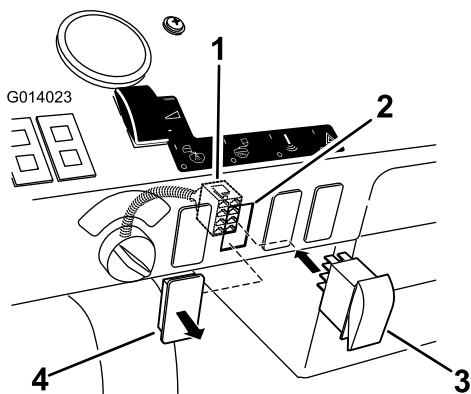

Figura 29
1. Localize a ficha do interruptor do misturador no painel de instrumentos (Figura 29). Segunda ficha sobre a chave de ignição.
2. Retire a ficha do painel de instrumentos (Figura 29) .
4. Instale o interruptor na ficha da caixa, através do tablier com o LED no interruptor na posição superior(Figura 29).